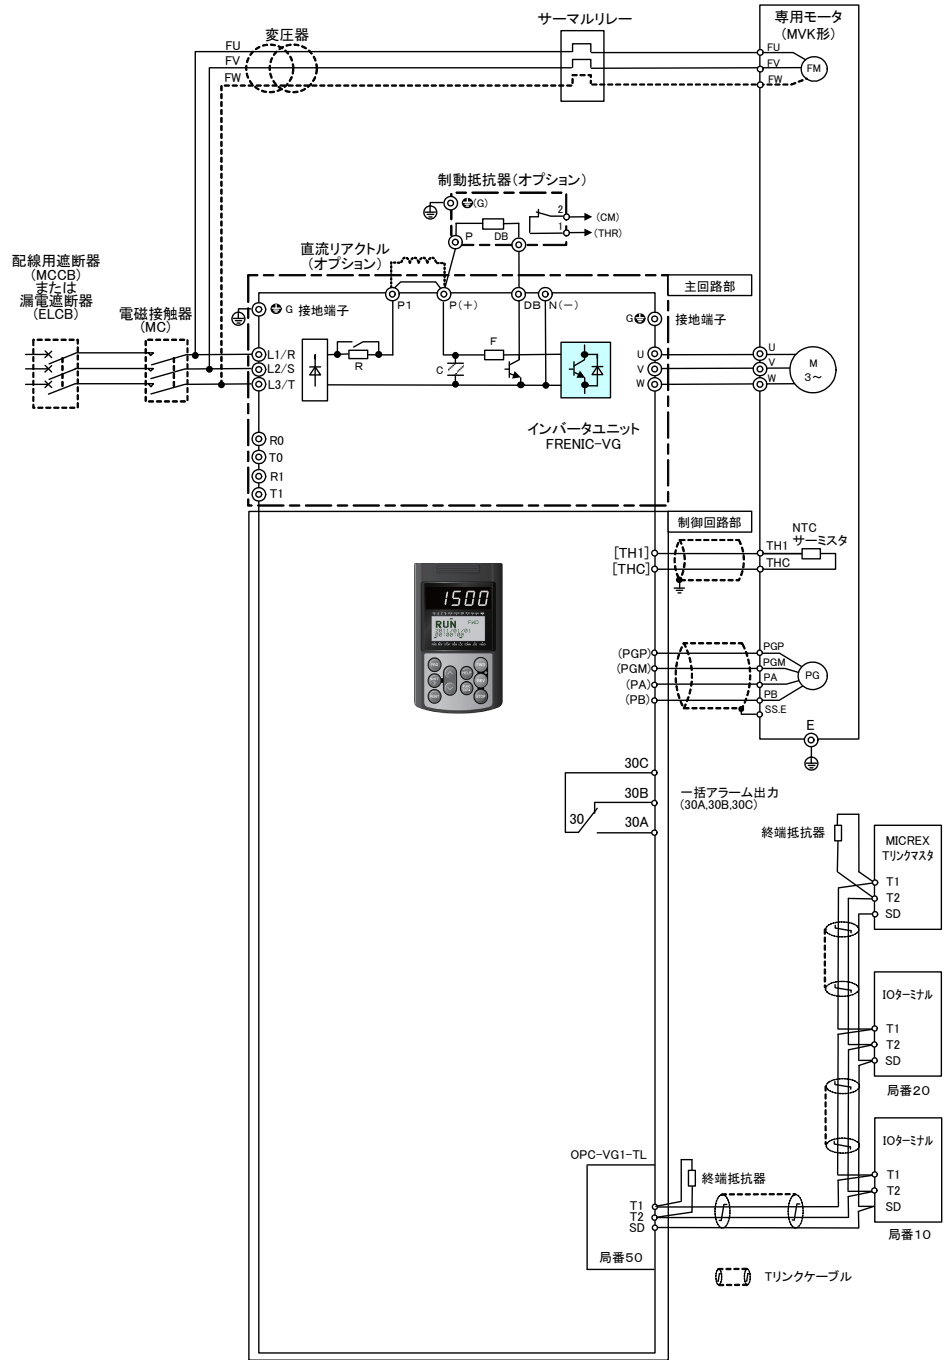

図 6.4.3
- (2) Tリンクの両端には、Tリンクマスタに付属している終端抵抗器 100Ω を接続してください。
- (3) Tリンクケーブルは、必ず基本接続図 (図 6.4.3) のように一筆書きに接続してください。ケーブルを枝別れさせると正常な伝送ができません。
- (4) Tリンクケーブルの配線は、ノイズによる誤動作を防止するため、インバータ本体の主回路配線、その他動力線とは、できるだけ離し (30cm 以上)、決して同一ダクト内に入れないでください。